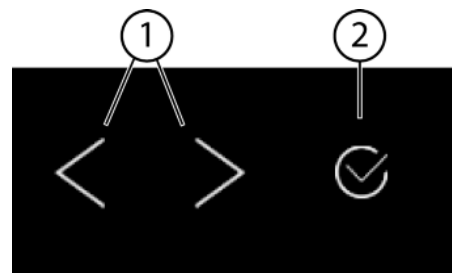
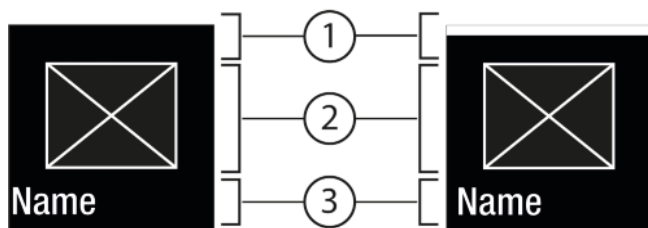
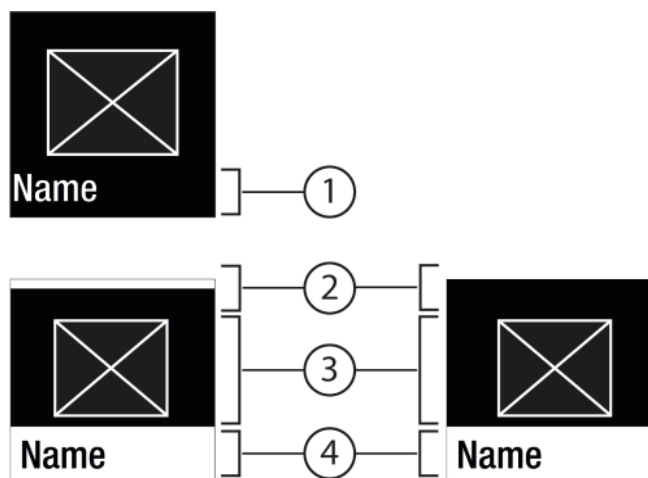

Fig. 5
Fig. 6
Fig. 7
(1) Navigationspfeil links / rechts (2) Bestätigen
Navigationsspfeil links / rechts Fig. 5 (1):
Bestätigen Fig. 5 (2):
- Mit Navigationsspfeil links / rechts Fig. 5 (1) navigieren.
- Mit Bestätigen Fig. 5 (2) die Funktion / Einstellung aktivieren Fig. 6 (1) / deaktivieren Fig. 6 (1).
- Mit Bestätigen Fig. 5 (2) das Untermenü Fig. 7 (4) aufrufen.
- Neuen Wert einstellen: Mit Bestätigen Fig. 5 (2) einen deaktivierten Wert Fig. 6 (1) auswählen.
- Zurück ins Menü: Mit Bestätigen Fig. 5 (2) den bereits aktivierten Wert Fig. 6 (2) auswählen.
- ▶ Navigationsspfeile Fig. 5 (1) so oft drücken bis Funktion angezeigt wird.
- ▶ Bestätigen Fig. 5 (2) drücken.
- ▶ Navigationspfeile *Fig. 5 (1)* so oft drücken bis die Funktion angezeigt wird.
- ▶ Bestätigen *Fig. 5 (2)* drücken.
- ▶ Mit Navigationspfeile *Fig. 5 (1)* Einstellung-Wert wählen.
- ▷ Status: aktiviert *Fig. 6 (1)* erscheint kurz im Untermenü *Fig. 7 (4)*.
- ▶ Navigationspfeile *Fig. 5 (1)* so oft drücken bis Einstellungen  angezeigt wird.
- ▶ Navigationspfeile *Fig. 5 (1)* so oft drücken bis die gewünschte Einstellung angezeigt wird.
- ▶ Bestätigen *Fig. 5 (2)* 3 Sekunden lang drücken.